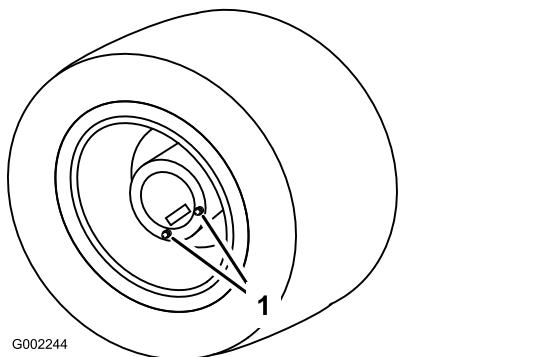

Figura 80
1. Posizionate l'irroratrice su una superficie pianeggiante con le ruote posteriori posizionate per lo spurgo (Figura 80).
3. Posizionate una bacinella di spurgo sotto i tappi di spurgo e rimuoveteli dalla ruota (Figura 80).